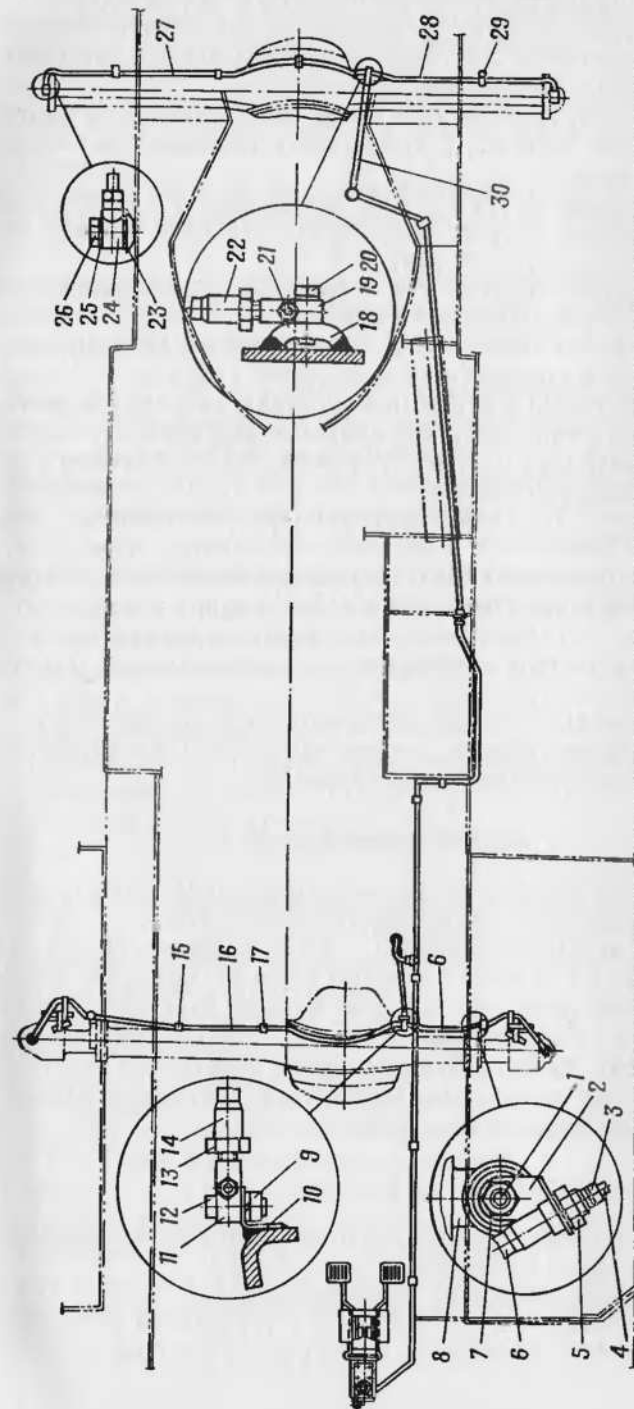

Рис. 34. Схема трубопроводов гидравлических тормозов:
9. Вывернуть накладки гайки и отсоединить трубки 6 (рис. 34) и 16 от тройника 11.
6. Установить трубку 16 (рис. 34) и прикрепить ее к картеру переднего моста скобами 15 и 17.
10. Вывернуть гайки 21 (рис. 34) и отсоединить трубки 27 и 28 от тройника 19. Отвернуть гайку болта 20 и отсоединить тройник 19 в сборе с шлангом 22 от кронштейна 18.
5. Присоединить трубки 27 и 28 (рис. 34) в сборе с соединительными муфтами 24 к цапфам задних колес и закрепить их зажимными болтами 26, подложив с обеих сторон муфт уплотнительные прокладки.
11. Прикрепить шланги 3 к трубкам 27 (рис. 34) и 28 при помощи стяжных лент.
4. Отвернуть гайку 3 (рис. 34) и отсоединить трубку 6 гидротормоза от шланга 4. Отвернуть гайку 7 болта крепления гидроамортизатора 8 в нижней точке, снять с пальца 1 кронштейн 2 в сборе со шлангом 4.
3. Установить кронштейн 2 (рис. 34) на палец 1 крепления гидроамортизатора 8 и закрепить его гайкой 7 с плоской шайбой. Присоединить трубку 6 гидротормоза к шлангу 4 и закрепить гайкой 3.